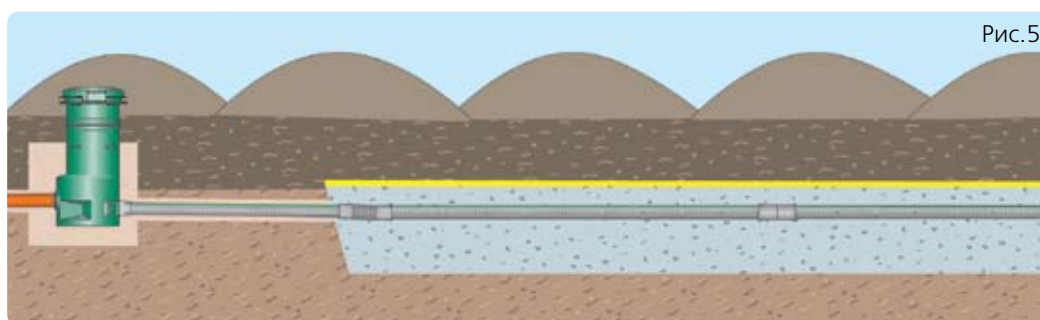

Рис.5
5. При помощи **распределительных труб** и отводящих патрубков распределительный колодец соедините с перфорированными трубами-распылителями. Рис. 5. Длина труб более 1 м, уклон труб составляет 5-10 мм/м. Уложите трубы на выровненном песчаном основании и выполните обратную засыпку песком или отсевом.